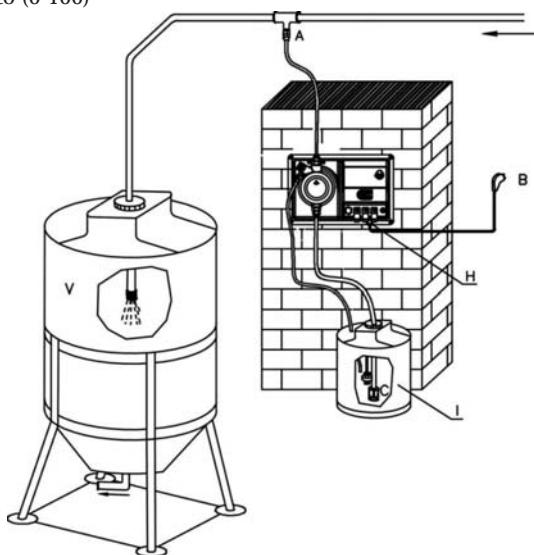

Fig. 13
6.2 - ESQUEMA TÍPICO DE INSTALACIÓN (Fig.13)